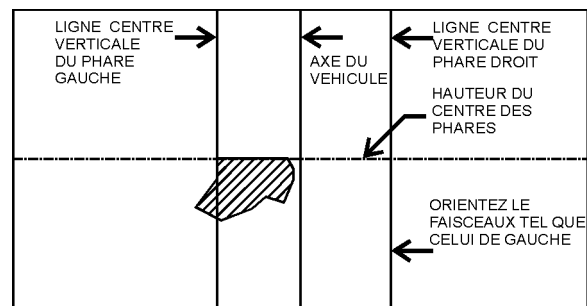

FIGURE 83 : POSITIONNEMENT CORRECT SUR L'ÉCRAN DE LA ZONE LONGUE PORTÉE DES FEUX DE CROISEMENT
- Les feux de croisement sont orientés de sorte que le bord supérieur (le seuil) de la zone longue portée est à la position verticale selon le tableau 1 et le bord gauche de la zone longue portée est sur l'axe vertical du phare (Figure 83).